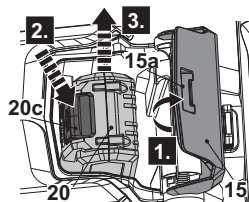

Fig. 10
1. Utilisez la rainure (15a) pour ouvrir le couvercle du compartiment de la batterie (15) (Fig. 10, étape 1).
2. Appuyez sur la touche de déverrouillage (20c) pour libérer le loquet de la batterie (20) (Fig. 10, étape 2).
3. Sortez la batterie (20) du compartiment de la batterie (Fig. 10, étape 3).
4. Fermez le couvercle du compartiment de la batterie (15).